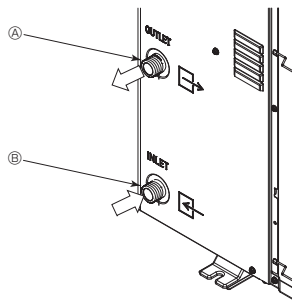

Fig. 6-1
6.1. Свързване на водопроводните тръби (Fig. 6-1)
- Мястото на входната и изходната тръба е показано на Fig. 6-1.
[Fig. 6-1]